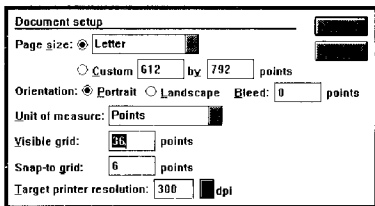

图2-3
(2) 用鼠标单击子菜单上的“New”选项,或按“Ctrl+N”键,则屏幕上将弹出如图2-3所示的建立文件对话框:
(3) 确定图幅的大小。在图2-3中,Page size选项用于确定图幅的大小,为此,可单击类型窗口右边的按键,在屏幕出现的下拉菜单中选择。用户也可以根据自己的需要来设定,即选“Custom”项后再键入图幅的宽度和高度(依用户所选的计量单位),注意不能超出实际打印纸张的尺寸。
(4) 确定图幅的方向。图2-3中的“Orientation”项为图幅方向定义项,“Portrait”指示图幅为纵向,“Landscape”指示图幅为横向。